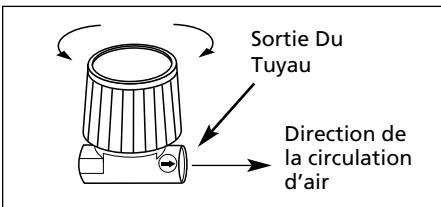

Figure 5
**REMARQUE:** S'assurer que l'indicateur de circulation d'air sur le corps du régulateur est dirigé à l'écart du compresseur (Voir Fig. 5).